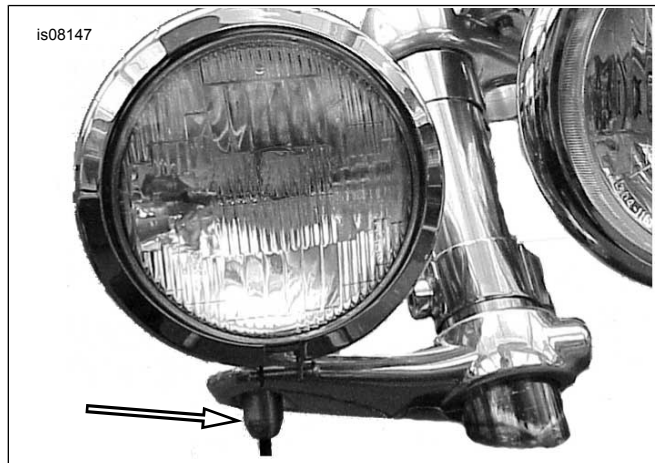

Abbildung 3. Die Sicherungsmutter entfernen
12. Wenn der Überholleuchtersatz bereits am Motorrad eingebaut und verdrahtet ist, das Zuleitungskabel vom Überholleuchtersatz im Bereich der Lenkerschelle so nah wie möglich am verbindenden Stoßverbinder durchschneiden. Den Stoßverbinder abschneiden, da er durch einen neuen Stoßverbinder aus dem Satz ersetzt wird. Die Kabelbinder durchschneiden, mit denen das Zuleitungskabel an den Tauchrohren befestigt ist. Siehe Abbildung 3. Die Sicherungsmutter von der Überholleuchte ausbauen, wie in der Abbildung gezeigt, und entsorgen.
16. Wenn der Überholleuchtersatz bereits am Motorrad eingebaut und verdrahtet ist, das Zuleitungskabel vom Überholleuchtersatz im Bereich der Lenkerschelle so nah wie möglich am verbindenden Stoßverbinder durchschneiden. Den Stoßverbinder abschneiden, da er durch einen neuen Stoßverbinder aus dem Satz ersetzt wird. Die Kabelbinder durchschneiden, mit denen das Zuleitungskabel an den Tauchrohren befestigt ist. Siehe Abbildung 3. Die Sicherungsmutter von der Überholleuchte ausbauen, wie in der Abbildung gezeigt, und entsorgen.